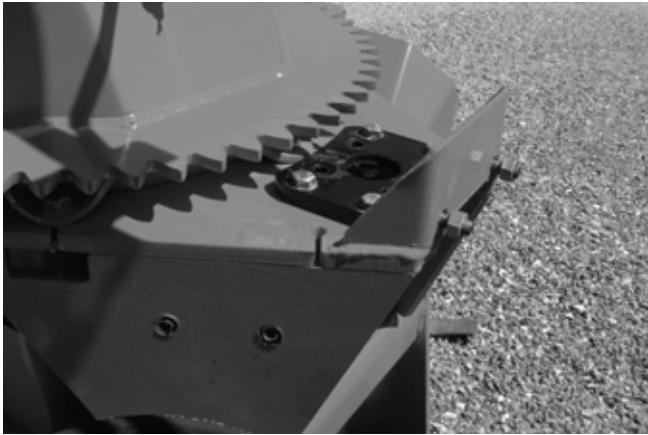

Figure 32
- 2) Installer le support ajustable du moteur; mettre les espaceurs requis entre le support et la base de chute (voir p. 35 à 40 selon le modèle de chute). Ne serrez pas les boulons immédiatement, ils seront serrés lors de l'ajustement final du moteur (Fig. 32).